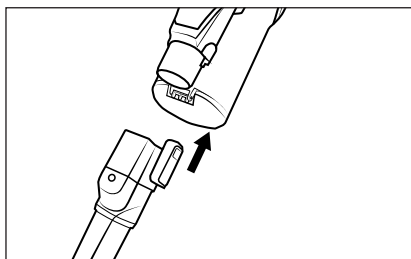

Fig. 14
- Utilisez l'embout meubles ②3 pour aspirer des surfaces textiles, p. ex. des canapés, matelas ou sièges de voiture. Montez l'embout meubles ②3 avant la première utilisation.
- ◆ Faites glisser l'accessoire sur le tube d'aspiration ②3 ou sur l'orifice d'aspiration de l'appareil jusqu'à ce qu'il s'enclenche de manière audible avec un bruit de clic (voir fig. 14). Veillez ce faisant à respecter la bonne position du verrouillage.